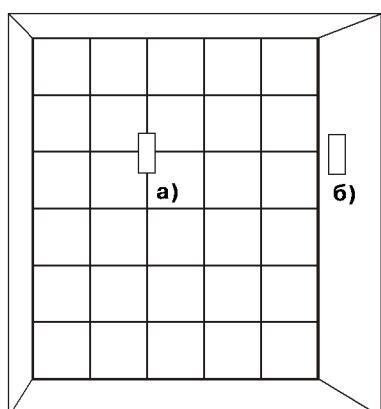

Рис.9 Защита стеклоблоков
- непосредственно на охраняемую стеклянную поверхность [рис. 9а)]. Для этого крепежное устройство удобно размещать в отверстии цементного шва, соединяющего стеклоблоки между собой, по методике установки извещателя на кирпичную или бетонную конструкцию;
- на примыкающую к охраняемой кирпичной, бетонной или стальной конструкции [рис. 9б)] по соответствующей методике.